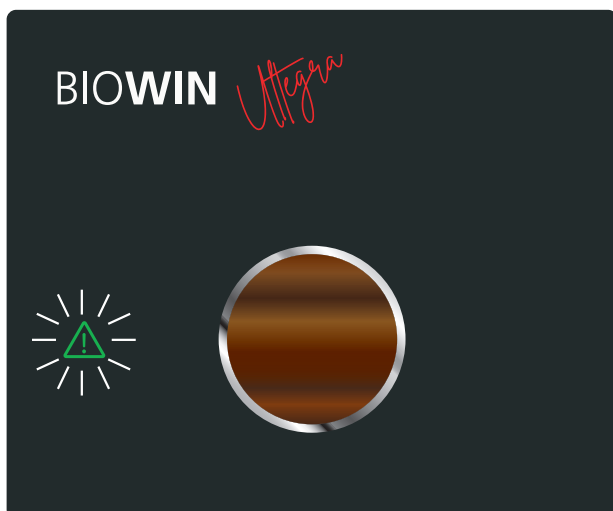
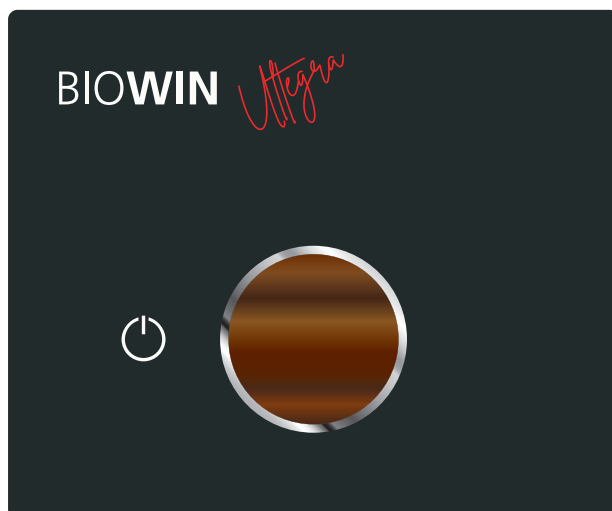

Fig. 8
Fig. 9
- ▶ Den myMagic Button noch einmal für ca. 3 sec. gedrückt halten, Symbol  blinkt 3x (Fig. 8) und erlischt – Fig. 9. Die Meldung ist zurückgesetzt.